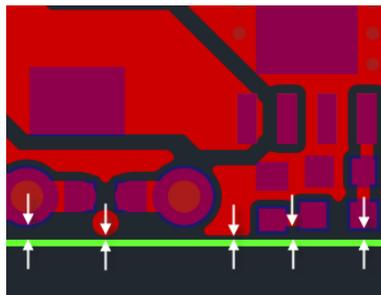

Рис. 196. Зазор между границей платы и любым электрическим объектом (цепью)
- Между любым электрическим объектом (цепью) и краем платы, см. Рис. 196, обозначается как «Медь к краю». Зазор определяет размер области на границе платы, в которой запрещено располагать любой электрический объект.